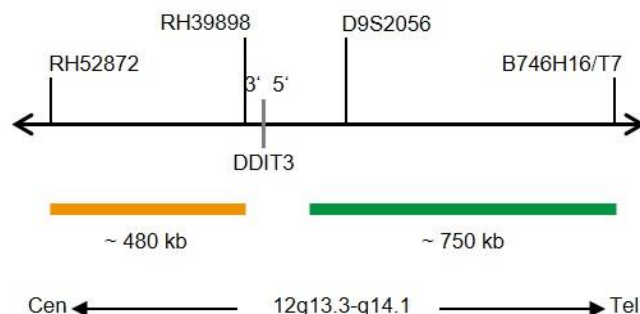

Fig. 1: SPEC DDIT3 Mapa de la sonda (no está a escala)
- Polinucleótidos marcados en verde (excitación a 503 nm/emisión a 528 nm) ZyGreen (~10 ng/μl), dirigidos a secuencias localizadas en 12q13.3-14.1\* (chr12:58,024,366-58,775,832) distales a la región del punto de ruptura de DDIT3 (ver Fig. 1).
- Polinucleótidos marcados en naranja (excitación a 547 nm/emisión a 572 nm) ZyOrange (~4,5 ng/μl), dirigidos a secuencias localizadas en 12q13.3\* (chr12:57,386,312-57,865,800) proximales a la región del punto de ruptura de DDIT3 (ver Fig. 1).